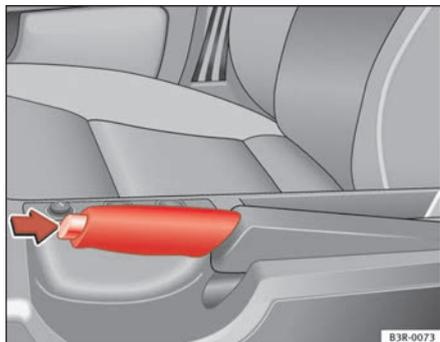

Fig. 149 Détail de la console centrale : Frein à main serré
- Tirez quelque peu le levier de frein à main vers le haut *en appuyant sur le bouton de verrouillage* ⇒ fig. 149 -flèche-.